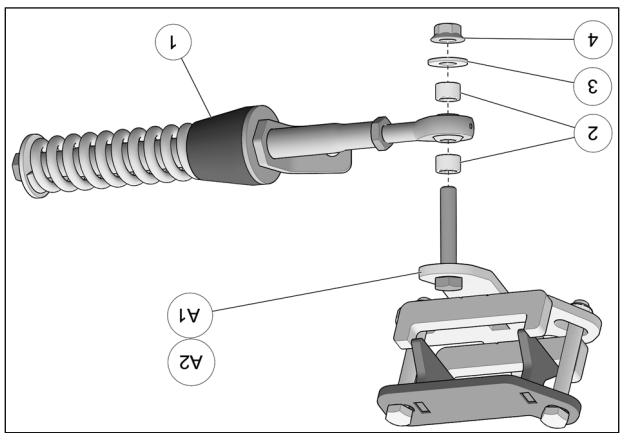

Fig. 17
8. Fixer le bras stabilisateur (1) au boulon déjà installé sur l'ancrage de suspension (A1-A2) à l'aide des deux espacers (2), de la rondelle (3) et de l'écrou autobloquant (4). Serrer à un couple de 70 Nm [52 lb-pi]. Voir la Fig. 17